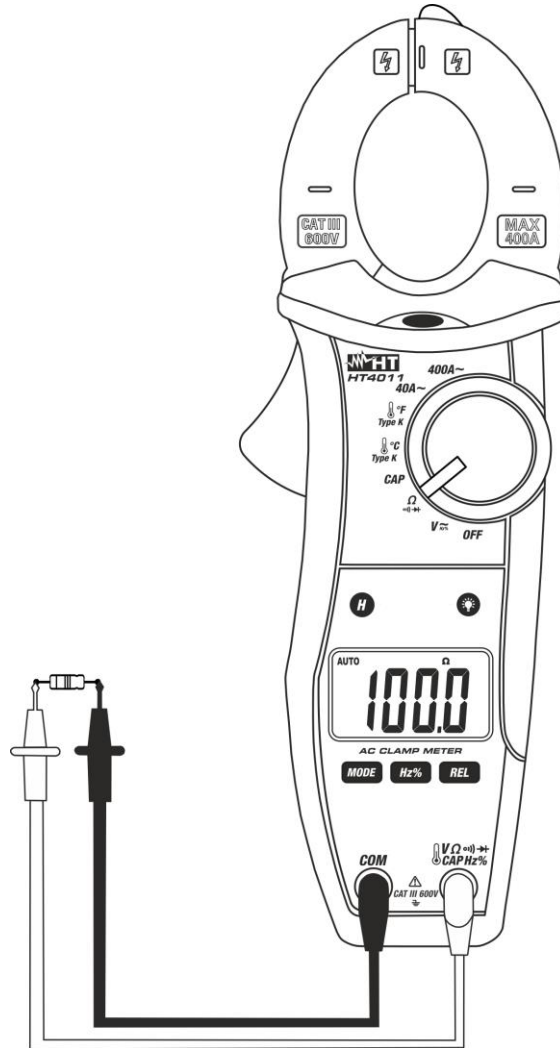

Fig. 6 : Utilisation de la pince pour mesure de résistance
3. Positionner les embouts sur les points désirés du circuit sous test (Fig. 6). La valeur de résistance sera affichée à l'écran.